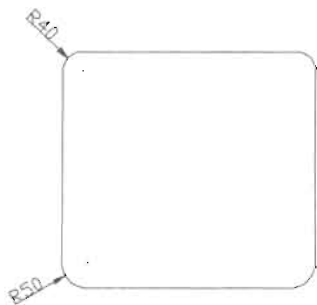

图 4-77
(2) 单击“修改”工具栏中的“圆角”按钮, 对矩形的 4 个角进行圆角, 上面两个角的圆角半径为 40, 下面的为 50, 如图 4-77 所示。